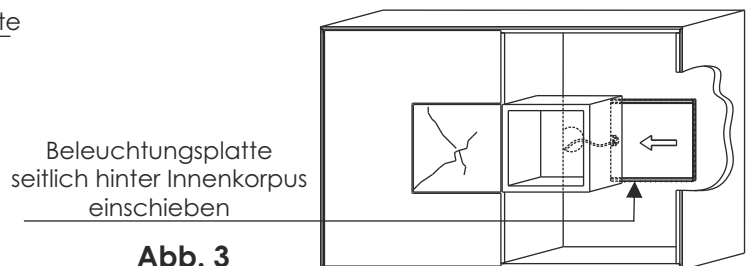

Abb. 3
- Die Beleuchtungsplatte wird nun seitlich in den Spalt eingeschoben. Sie wird hierbei über eine Lasche geführt, die sich hinter dem Innenkorpus befindet. Achten Sie darauf, dass das Anschlusskabel beim Einschieben nicht eingequetscht wird. Halten Sie das Kabel aus diesen Grund leicht unter Zug. (Abb. 3)